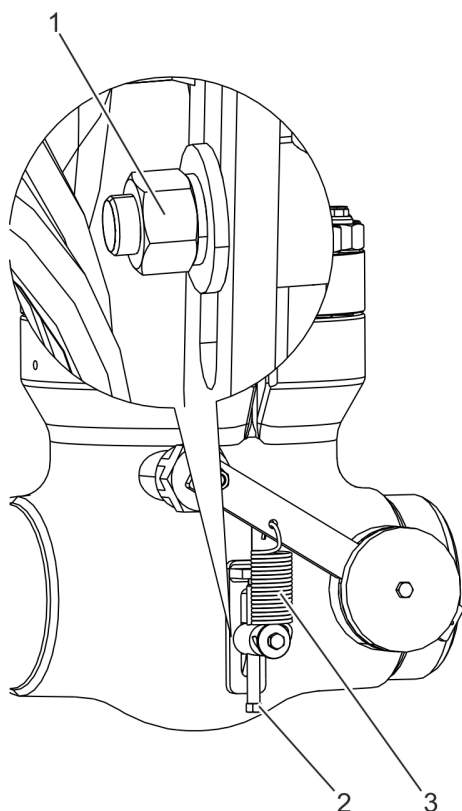

Fig. 37: Desmontar los muelles
1. ▶ Suelte con cuidado la tuerca de sujeción (Fig. 37/1) del perno de unión.
No retire la tuerca de sujeción (Fig. 37/1) del perno de unión.
2. ▶ Suelte el tornillo de ajuste (Fig. 37/2) hasta que el muelle (Fig. 37/3) esté completamente destensado.